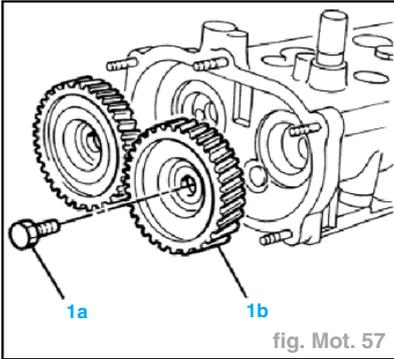

fig. Mot. 57
- Dévisser les vis de fixation (1a) et retirer les pignons AR de commande de distribution (1b) (fig. Mot. 57).